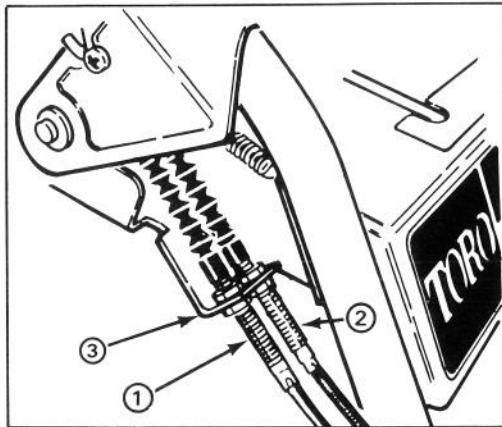

Abbildung 21
3. Die obere, das Räumwerk-/Gebläse-Kabel an die Befestigungsschelle festhaltende Gegenmutter lösen (Abb. 21).
EINSTELLEN DES FAHRANTRIEBSRIEMENS (Abb. 21)
8. Die das Kabel an die Schelle befestigenden Gegenmuttern an dem auszuwechselnden Riemen entsprechenden Steuerkabel lösen (Abb. 21). Beim Auswechseln des (der) Riemen(s) muß das Kabel zum Gleiten in der Schelle frei sein.